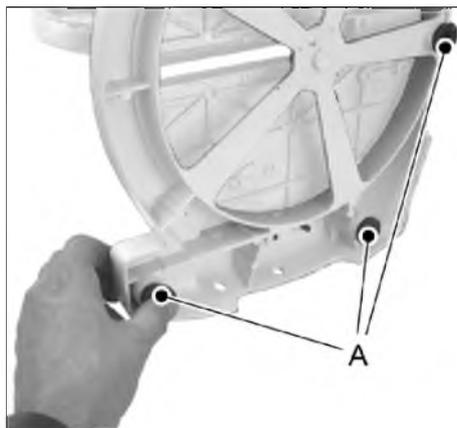

Рис. 3
- Вставте 5 гумових підкладок (А, Рис. 3) у отвори.